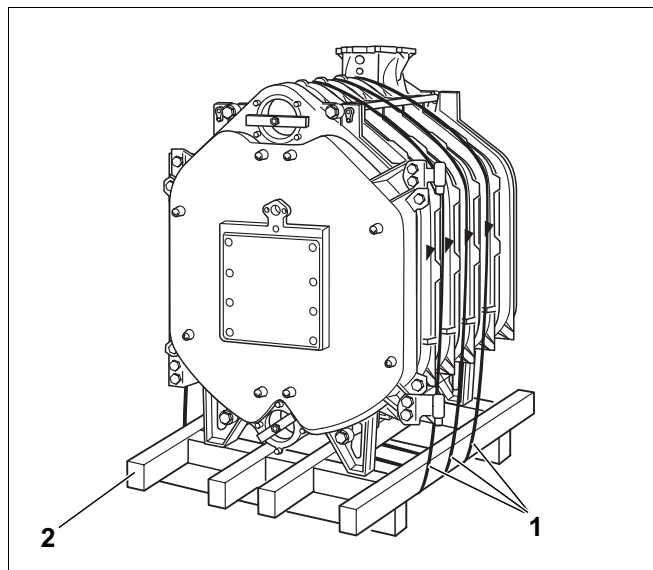

Fig. 18
- Skjær over sikringsbåndene (fig. 18, **pos. 1**).
- Fjern pallen før oppstilling (fig. 18, **pos. 2**).